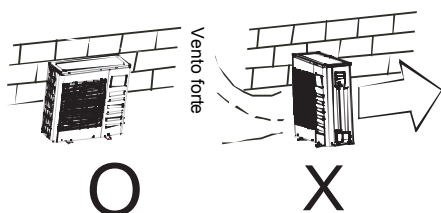

Fig.6-1
- Nei luoghi vicino alla costa dove il vento può essere forte, installare l'unità esterna contro il muro per garantire il regolare funzionamento. Usare uno schermo se necessario (Fig.6-1)